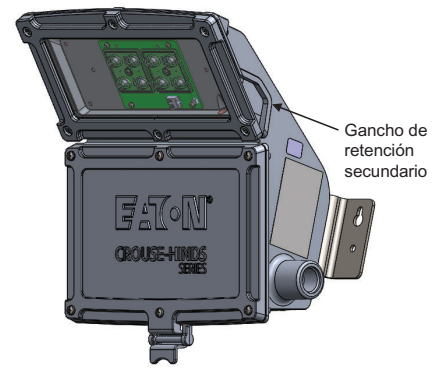

Figura 4
1. Se proporcionan dos puntos de fijación para la retención secundaria, consulte la Figura 4. Enrolle el cable de retención secundaria a través del accesorio o enganche el mosquetón proporcionado con el kit de accesorios SC831.